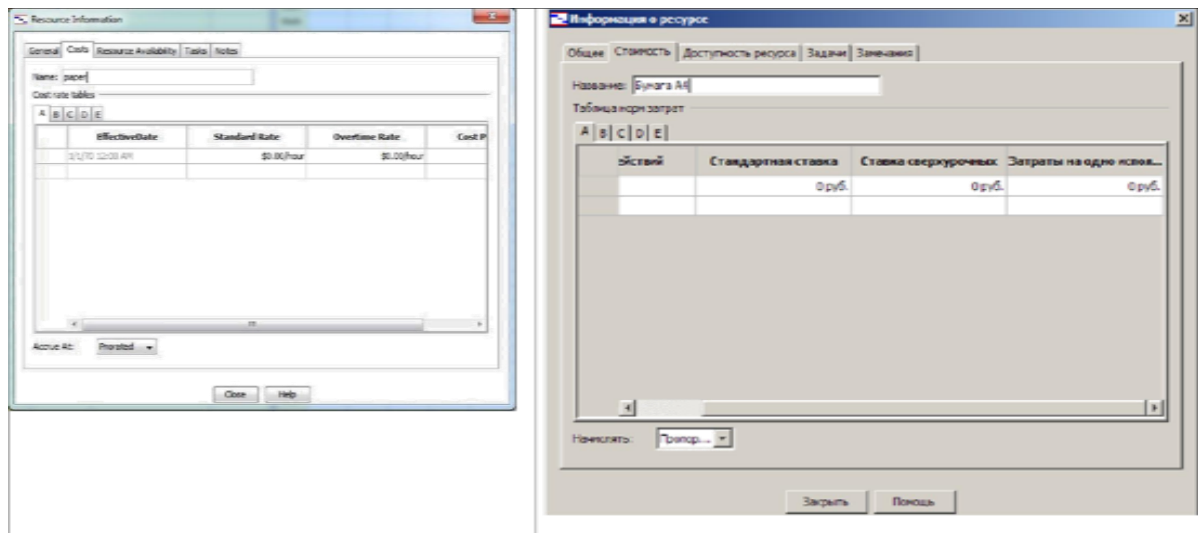

Рисунок 25 - Закладка "Вартість" діалогового вікна "Інформація о ресурсі"
2. в діалоговому вікні «Інформація о ресурсі», що з'являється по подвійному клацання на ресурсі, перейти на закладку «Вартість» (Рисунок 25);